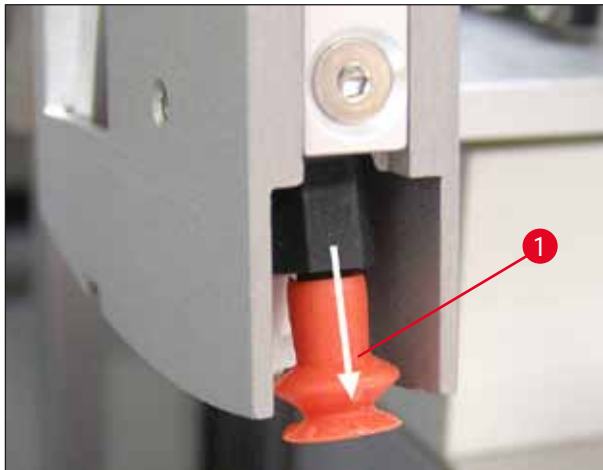

Fig. 51
- Les ventouses doivent être remplacées si elles sont visiblement déformées ou endommagées. Pour ce faire, tirer les ventouses vers le bas pour les enlever avec les doigts (→ Fig. 51) et les remplacer par des ventouses neuves.